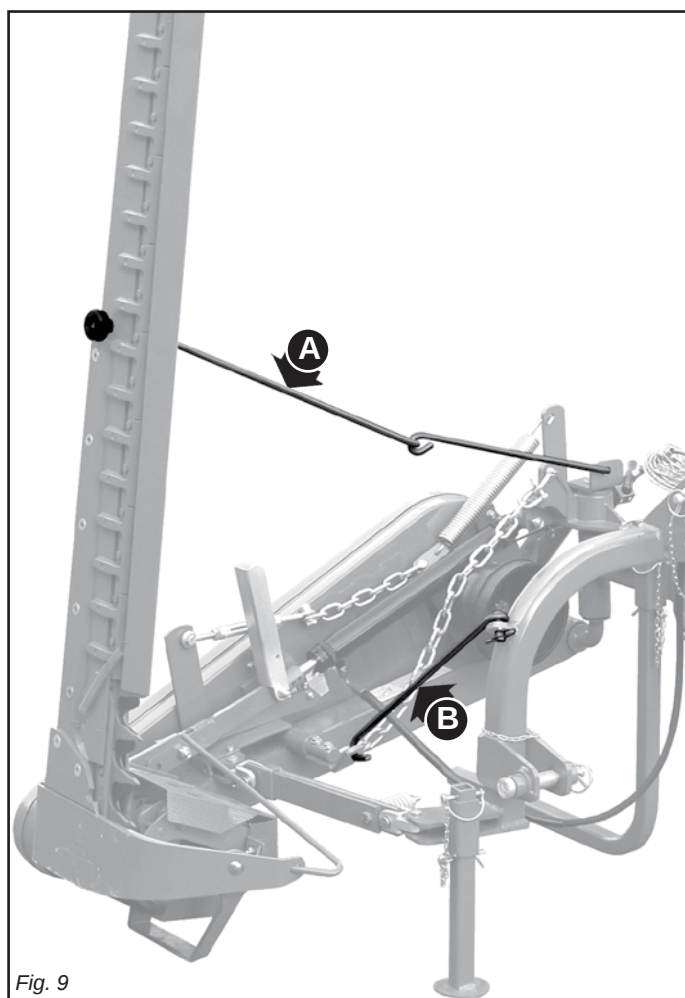

Fig. 9
- 34) Для выполнения стадии перевозки, отрегулируйте и зафиксируйте цепи боковых кронштейнов подъёмного устройства трактора; поднимите режущий брус; надёжно закрепите его при помощи крюка устройства безопасности (А, Рис. 9); вставьте другой крюк безопасности (В, Рис. 9); закройте режущие лезвия и наружный башмак специальными защитными кожухами; заблокируйте рычаг управления гидравлического подъёмника.